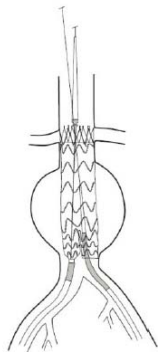

Figura 18
22. Avance o sistema de liberação da perna contralateral da Endoprótese bifurcada. Observe atentamente conforme a ponta do sistema avança pela perna contralateral, para garantir que a Endoprótese bifurcada principal não é movida de modo proximal. (Figura 18).
23. Continue avançando o sistema de liberação da perna, notando os marcadores radiopacos na extremidade proximal da extensão ilíaca. O lado contralateral da Endoprótese bifurcada principal possui dois marcadores que indicam a região da sobreposição. Os marcadores radiopacos na extremidade proximal da Extensão ilíaca devem ser avançados de tal forma que estejam dentro desses dois marcadores. (Figura 18)
24. Depois que os marcadores da extremidade proximal da Extensão ilíaca passarem o marcador de sobreposição mínima no lado contralateral da Endoprótese bifurcada principal, confira se os marcadores distais na Extensão ilíaca estão alinhados com o local de ancoragem distal previsto. Confira se os marcadores proximais da Extensão ilíaca permanecem na zona da sobreposição. (Figura 18).